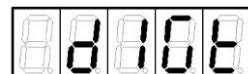

Рисунок 24
2. Кнопкой или установить на индикаторе слово "dIGt" (рисунок 24).